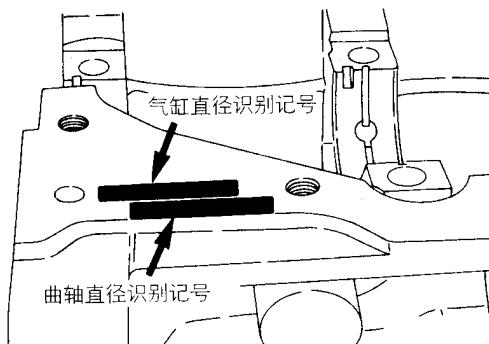
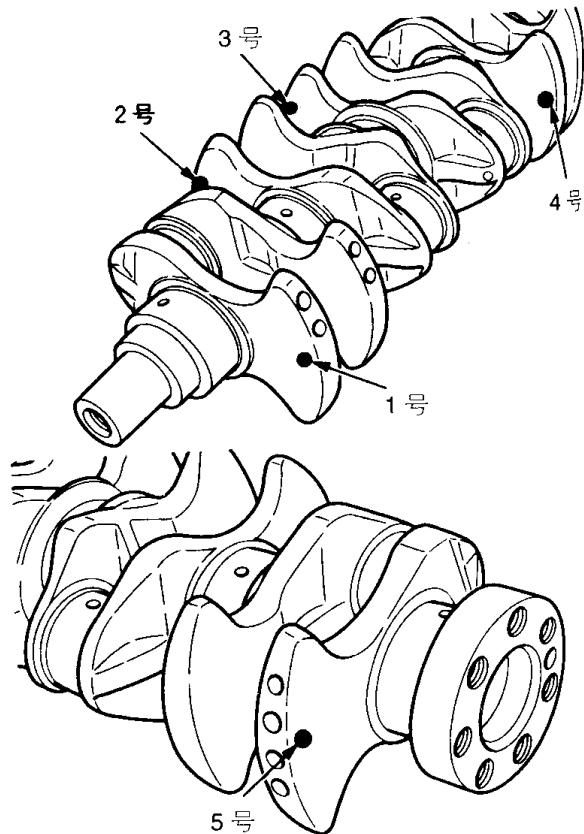

图 2-110 气缸直径和曲轴直径识别记号
图 2-111 主轴颈直径识别颜色位置
- (1) 安装曲轴主轴承上轴瓦、曲轴主轴承下轴瓦和主轴承盖时, 如果要更换轴承时, 请按照曲轴的识别颜色和刻印在气缸体上的识别记号进行选择和安装(见图 2-110、图 2-111 和表 2-7)。